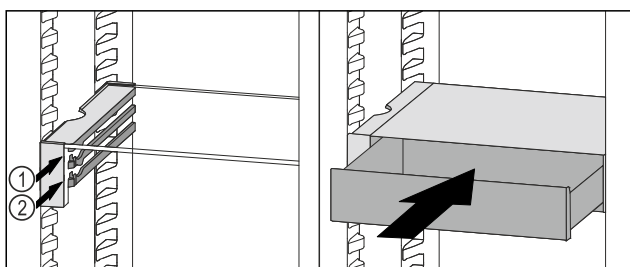

Fig. 96
- ▶ Sæt VarioSafe-skuffen ind bag stoppene på den ønskede ribbe Fig. 96 (1) eller Fig. 96 (2).